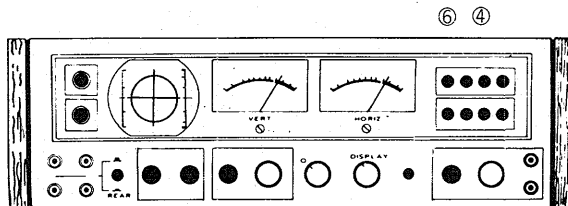

Fig. 2
5.2 LISSAJOUS PATTERNS (Fig. 2)